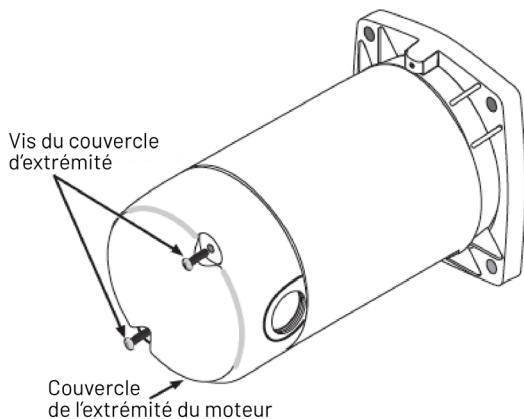

Figure 8 : Retrait du couvercle d'extrémité
2. Retirez le couvercle d'extrémité du moteur pour modifier le réglage de la tension (figure 8).